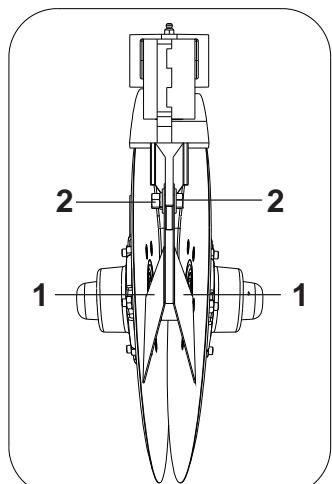

Figura 38
- REGULAGEM DOS LIMPADORES DOS DISCOS DUPLOS (FIGURA 38)
- 6 - Os discos duplos possuem limpadores (1) que são flexíveis e ajustáveis através dos parafusos (2), para remover a terra que adere nos discos.